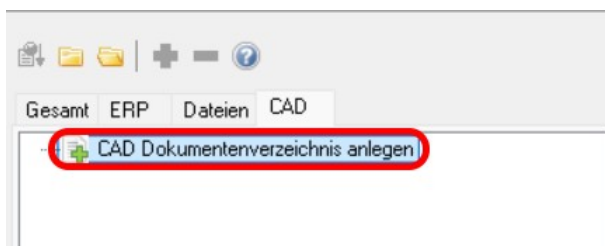

Abbildung 4.1.1: Dokumentenverzeichnis anlegen
5. Führe einen Doppelklick im Dokumentenfenster auf **CAD Dokumentenverzeichnis anlegen** aus (siehe Markierung in nachstehender Abbildung 4.1.1).